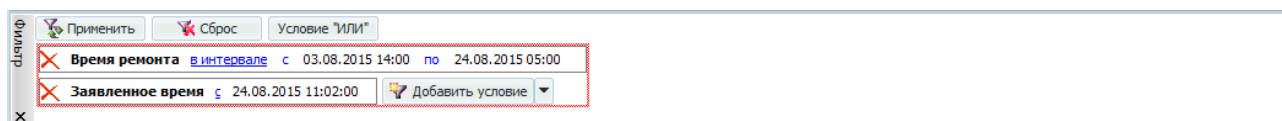

Рисунок 10.20 – Фильтрация по временным полям
- **Фильтрация по временным полям.** К данному виду фильтрации относятся следующие критерии фильтра: заявленное время, время ремонта, заявленное время – время ремонта. В качестве условий фильтрации выступают: «в интервале», «не в интервале», «с», «по». В качестве значения фильтрации указывается дата и время из календаря в формате «ДД.ММ.ГГГГ ЧЧ:ММ» (Рисунок 10.20).